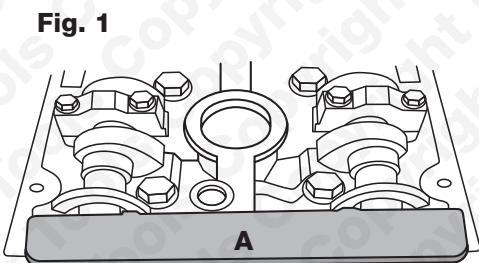

Fig. 1
Utilizada para bloquear a árvore de cames de forma separada das polies de cames em motores com distribuição variável das válvulas. Encaixa nas ranhuras no acesso dos veios de cames após a desmontagem da caixa da árvore de cames, conforme ilustrado na Fig. 1. Componente (A) instalado após o componente (B).